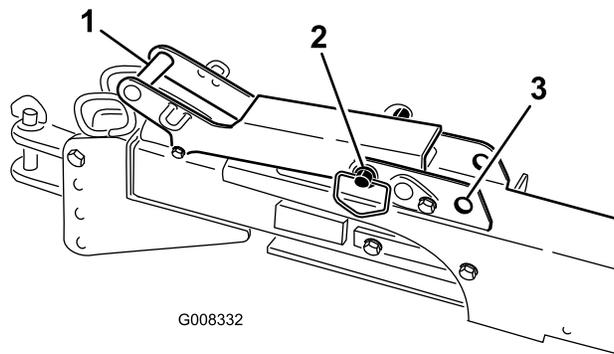

図 35
- 牽引ヒッチを使っている場合には、コア・プロセッサをオフセット位置から通常の牽引位置牽引車両の真後ろに戻し、牽引ヒッチを締め、ラッチ・ハンドルのピンをロック位置にする図 35。